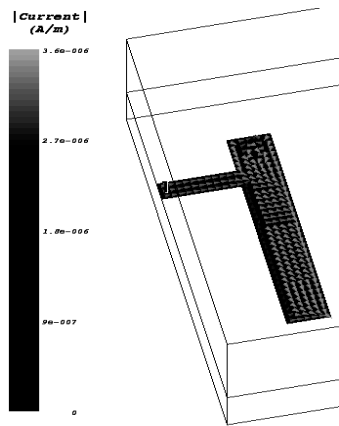

Рис. 5.28
- Щёлкните мышкой по значку **Animate Play** на панели инструментов. Анимация токов в трёхмерном представлении будет отображена на рабочем поле (рис. 5.28).